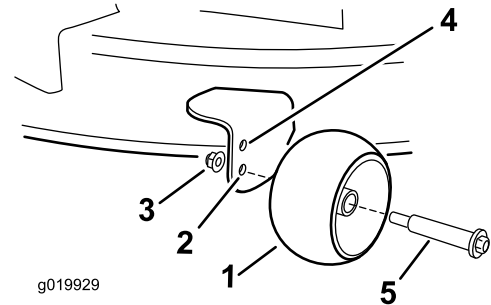

Figure 17
- Trou supérieur – utilisez cette position pour les hauteurs de coupe du tablier jusqu'à 63 mm (2½ po) (Figure 17).
- Trou inférieur – utilisez cette position pour les hauteurs de coupe du tablier à partir de 76 mm (3 po) (Figure 17).